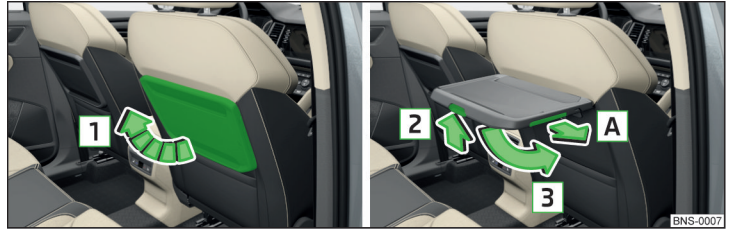

Abb. 112 Tisch hochklappen / Tisch herunterklappen und Getränkehalter herauschieben
- Zum **Hochklappen** den Tisch in Pfeilrichtung **1** anheben »Abb. 112.
Bei hochgeklapptem Tisch kann der Getränkehalter in Pfeilrichtung **A** **herausgeschoben** werden »Abb. 112.